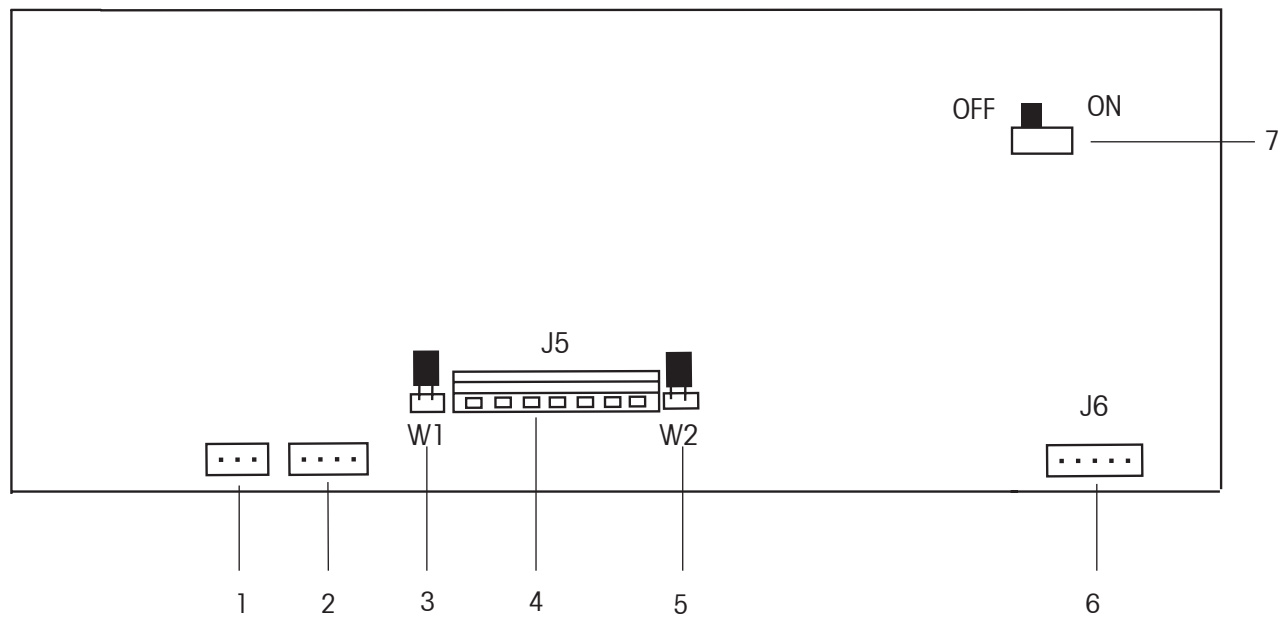
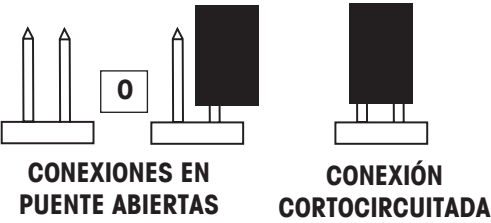

Figura 1-2. Tarjeta principal de PC.
Figura 2-2: Conexiones en puente.
Pase el cable de la celda de carga a través del regulador de tensión (Figura 1-1, No. 10) y conéctelo en el bloque de terminales J5 (Figura 1-2, No. 4).
**Conexiones en puente** (vea la Figura 1-2 y la Figura 2-2)